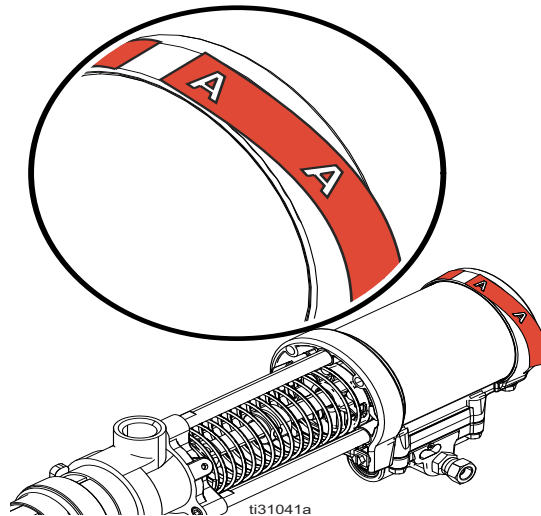

FIG. 8
4. Usare le etichette fornite per identificare la pompa adatta al proprio materiale. Vedere FIG. 8.